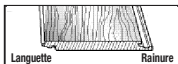
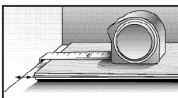

Figure 7
Figure 8
• En commençant à partir de la **GAUCHE**, rainure face au mur (figure 7), mettez avec précaution la première planche en place (figure 8). Utilisez des cale-clavettes ou des chutes de 13 mm (1/2 po) (figure 9) le long du mur pour la maintenir en place tout en laissant l'espace requis en prévision de la dilatation.
- En commençant à partir de la GAUCHE, rainure face au mur, mettez avec précaution la première planche en place. Utilisez des cale-clavettes ou des chutes de 6 mm (1/4 po) (figures 7, 8, 9) le long du mur pour maintenir la planche en place tout en laissant l'espace requis en prévision de la dilatation.